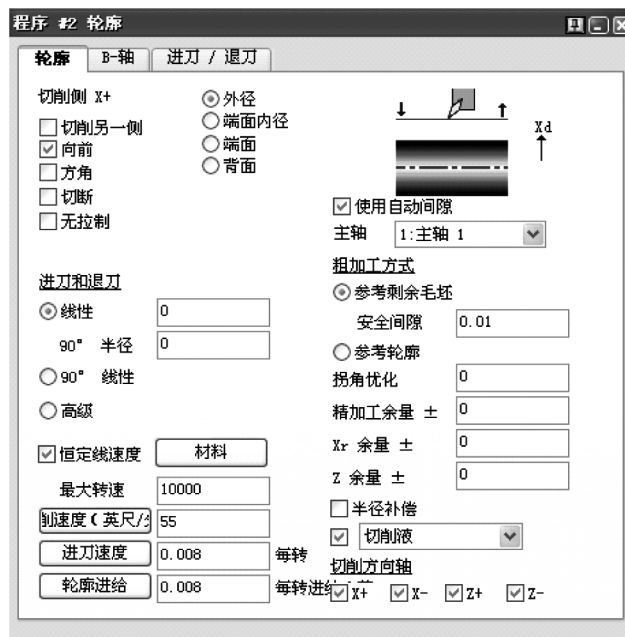

图 6-54 创建精车外圆
- 5) 应用#4 刀具创建精车外圆，如图 6-54 所示。